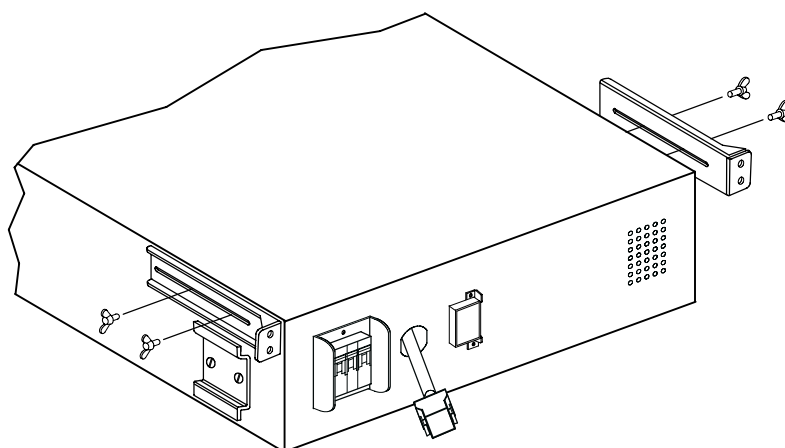

Рисунок 9. Установка дополнительных сейсмоустойчивых кронштейнов EBM
15. При установке дополнительных сейсмоустойчивых кронштейнов необходимо совместить два сейсмоустойчивых кронштейна дополнительного батарейного модуля с крепежными отверстиями по сторонам дополнительного батарейного модуля над задними кронштейнами. Слегка закрепите кронштейны четырьмя прилагающимися барашковыми болтами. См. рис. 9.